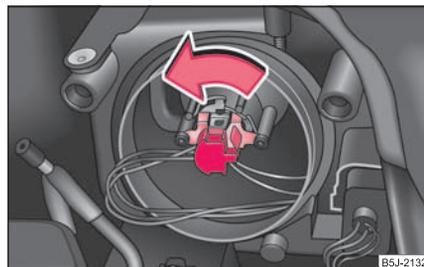

Abb. 209 Ausbau der Glühlampe für Abblend- und Fernlicht
- Beim Scheinwerfer mit Modul (Halogenglühlampe H7) ⇒ Abb. 209 den Stecker mit der Halogenglühlampe bis zum Anschlag nach links drehen und herausnehmen.